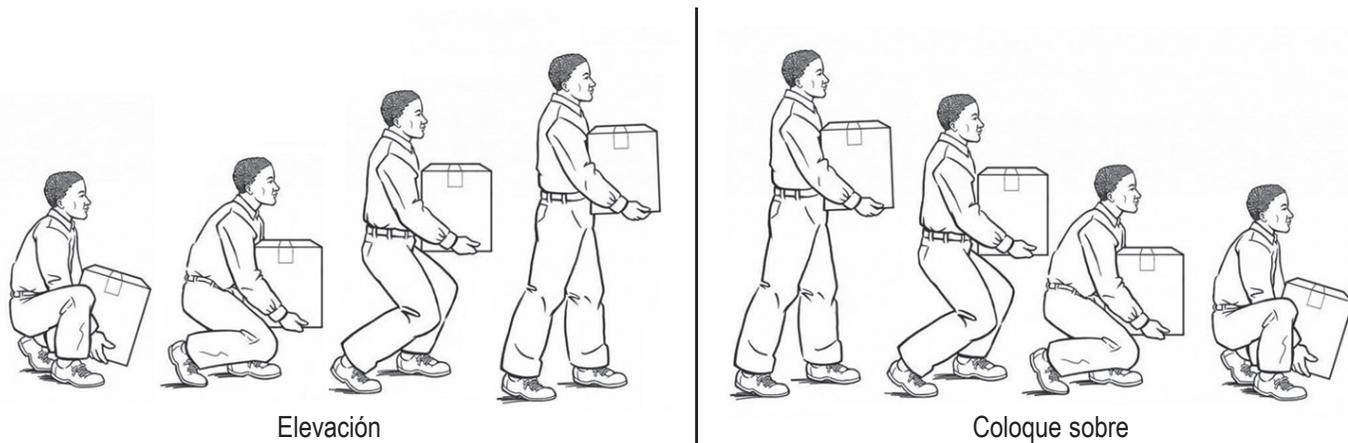

Figura 1
- Durante la elevación y carga, mantenga siempre la bomba cerca de su cuerpo. (Consulte la Figura 1)
- Al iniciar la elevación, doble las rodillas y mantenga la espalda recta. (Consulte la Figura 1) Apretar los músculos del abdomen le ayudará a mantener la espalda recta.
- Nunca utilice la espalda y asegúrese de que las piernas están separadas a la distancia de los hombros. (Consulte la Figura 1)